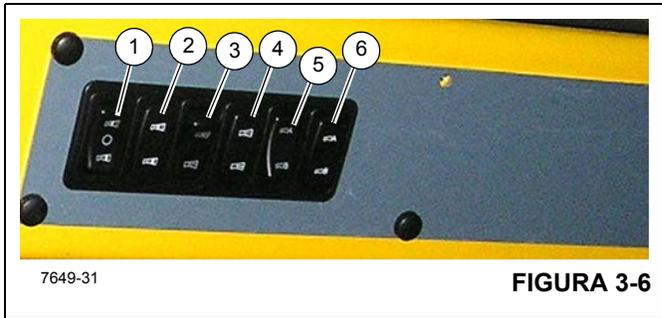

Figura 3-5 - Números de artículo
A modo de advertencia, la luz (1, Figura 3-5) encima del tubo de escape (2) destellará durante el proceso de limpieza del sistema de escape.